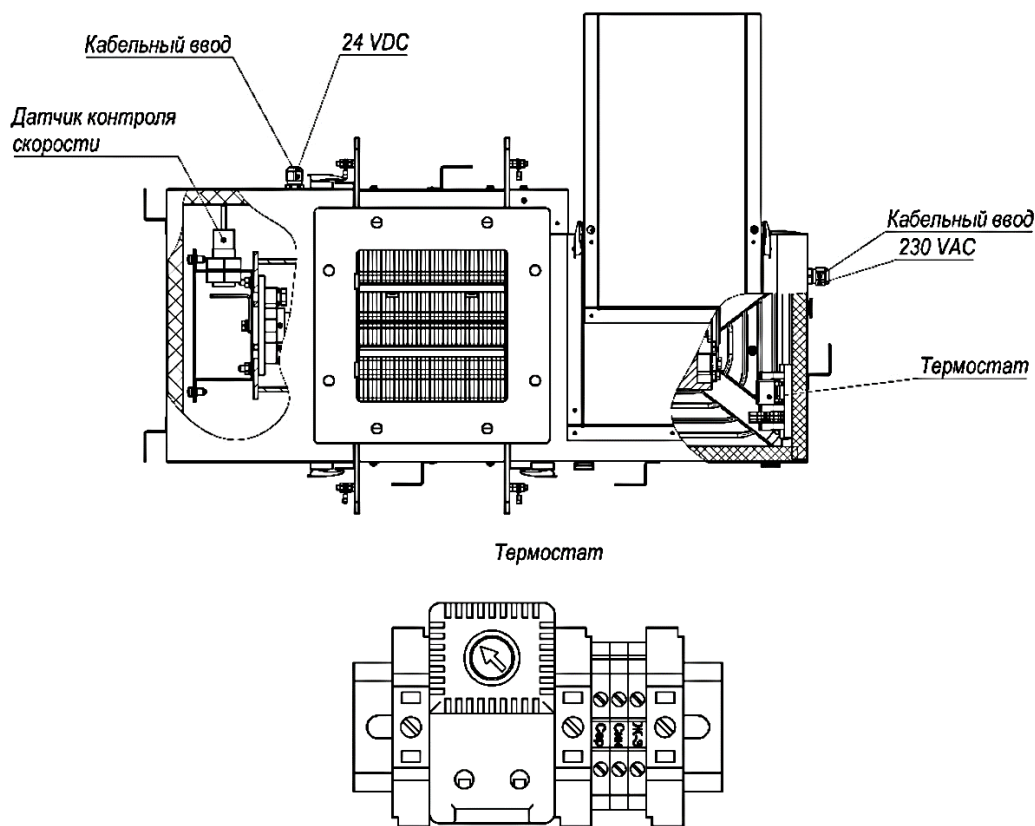

Рисунок 4
Рисунок 4в
5.2.6 При наличии комплектации с греющим кабелем и датчиком контроля скорости необходимо произвести их подключение к питающей сети и системе управления в соответствии с электрической схемой (рисунок 4).